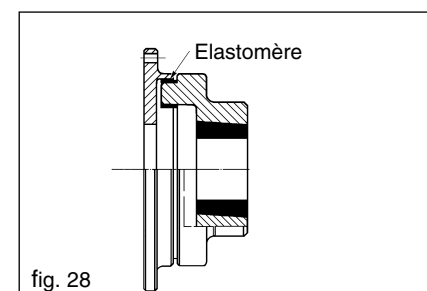

fig. 28
12.12 Remplacement des élastomères du joint GBF (fig. 28)